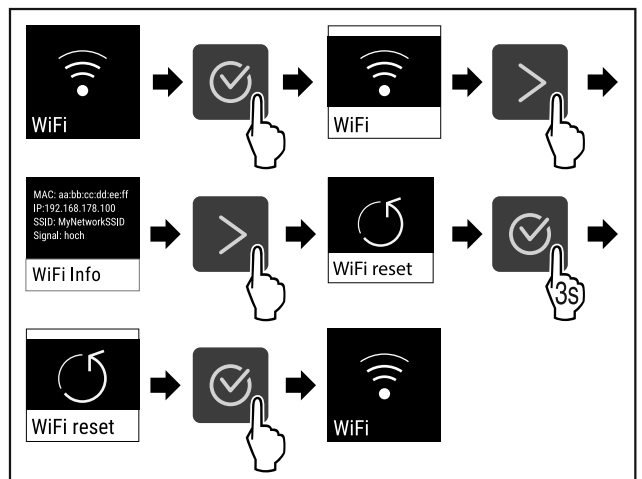

Fig. 78
- ▶ Udfør handlingstrinene (se Fig. 78).